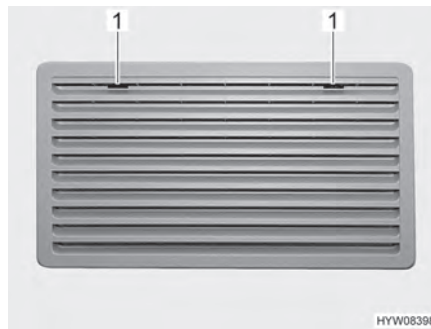
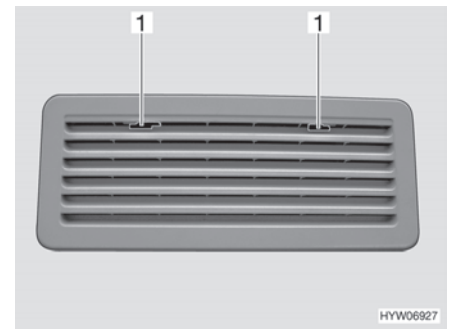

Fig. 131 Rejilla de ventilación del frigorífico (Thetford grande)
Fig. 132 Rejilla de ventilación del frigorífico (Thetford pequeño)
- Deslizar el bloqueo (Fig. 131,1 ò Fig. 132,1) hacia el centro.